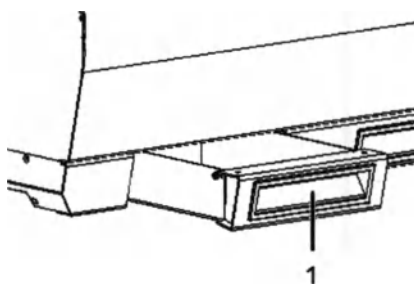

Рис. 17 - Контейнер для отходов
- Осторожно протрите нижнюю поверхность контактного датчика сухой чистой тканью, следуя инструкциям, указанным в следующем сообщении (на рис. 17 датчик выделен красным цветом).